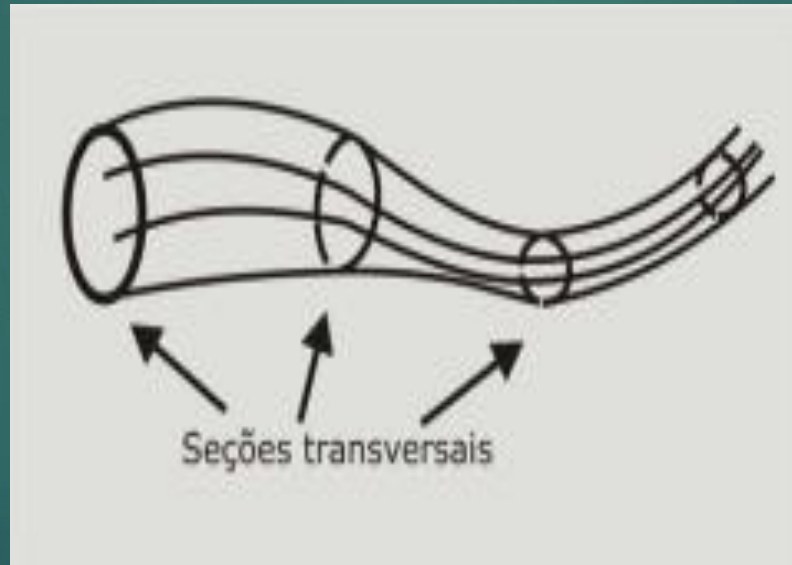

Figura 3
- ▶ Consiste em uma técnica utilizada para analisar o escoamento de fluidos isolando uma parte do fluido (Figura 3).